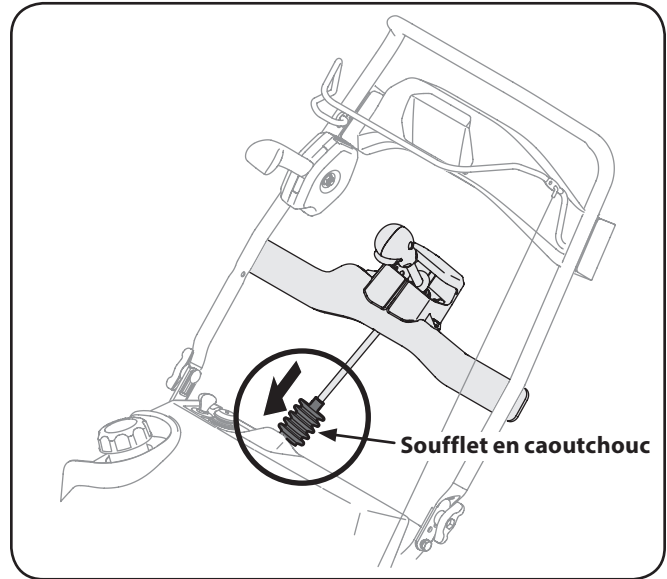

Figure 3-10
- Faites glisser le soufflet en caoutchouc sur le joint universel. Voir Figure 3-10.